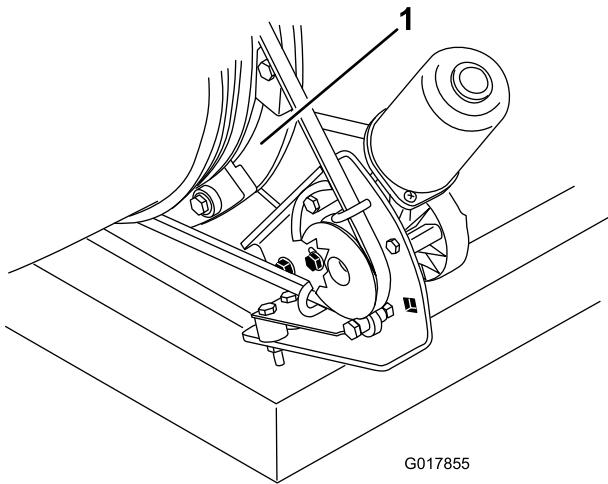

Figure 38
2. Enlevez l'herbe, la saleté ou les débris accumulés autour et entre les guides de l'embout (Figure 38).